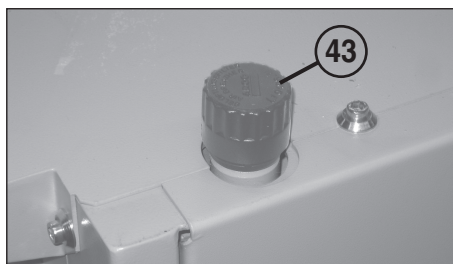

fig. 19
- 43 = Varilla medidora del nivel de aceite (fig. 19)